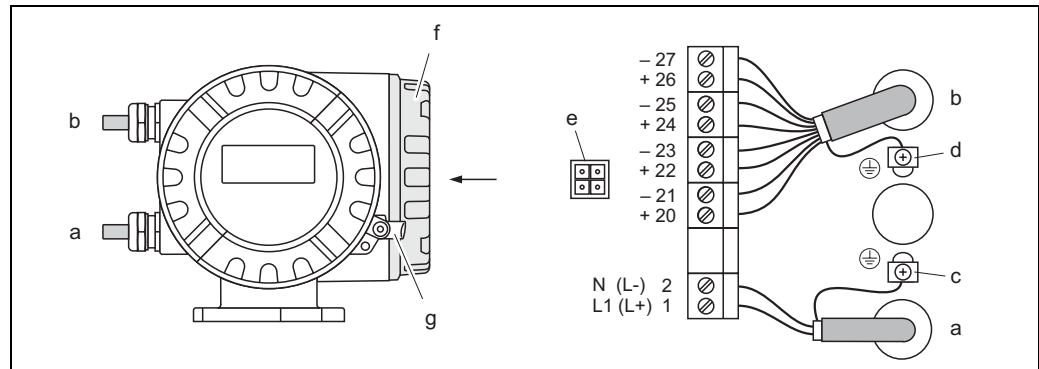

Fig. 22: Collegamento del trasmettitore (custodia da campo in alluminio).
- Schema elettrico (custodia in alluminio)–Fig. 22